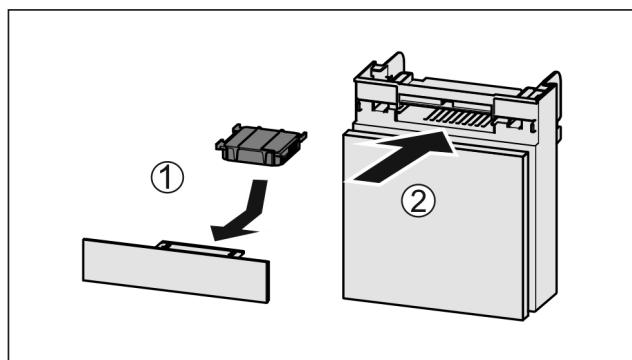

Fig. 121
- Установите фильтр с активированным углем, как показано на рисунке Fig. 121 (1).
- Вставьте отделение Fig. 121 (2).